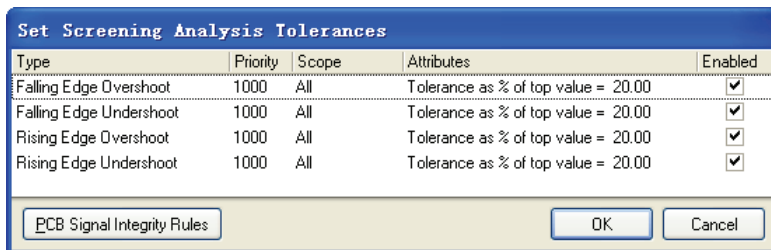

图 12-24 设置分析公差对话框
(8) 执行“Set Tolerances...”命令后，弹出如图 12-24 所示的设置分析公差对话框。